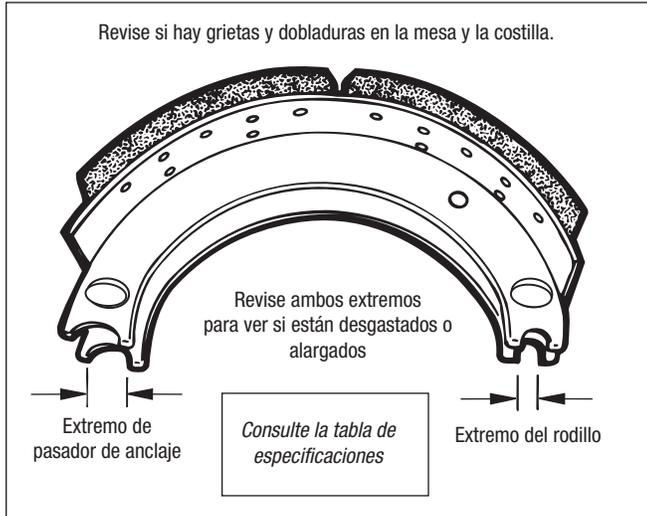

Figura 34 – Inspección de la zapata y el revestimiento
1. Revise que no haya costillas o mesas dobladas o agrietadas, soldaduras rotas, remaches sueltos o agujeros de remache alargados en las zapatas. *Consulte la figura 34.* Si encuentra algún problema, reemplace las zapatas con conjuntos de zapata y revestimiento Bendix® originales.